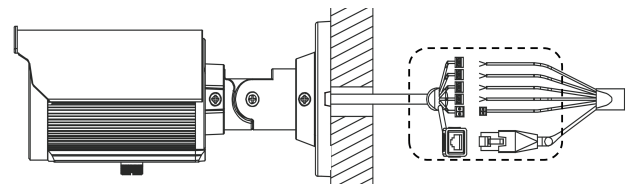

図2 ケーブルの絶縁・防水処理
絶縁テープをケーブル類に巻くこと。配線部分(図2点線部)は絶縁テープにて絶縁処理を行うこと。又、防水処理を確実にすること。
- ケーブル類およびケーブル引き出し口は、確実に防水処理を施すこと(防水対応ではありません)。配線部分(図2点線部)は、絶縁テープにて絶縁処理を行うとともに、防水処理を確実に行うこと。